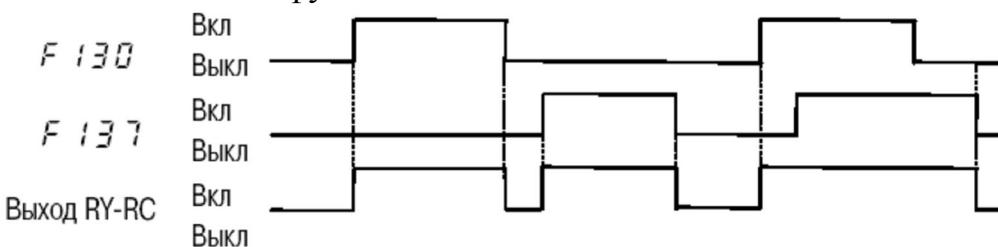

Рис. 2.13 Работа выхода *RY-RC* при двух назначенных функциях и *F139=1*
- 1 – *F130+F137* (логическое ИЛИ, см. рис. 2.13). Первый вариант выбора является настройкой по умолчанию.